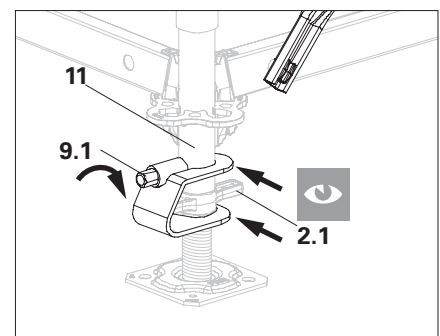

Fig. A1.11b
2. Serrare il dispositivo di sicurezza per albero con la vite (**9.1**) nel foro del montante (**11**). (Fig. A1.11b)